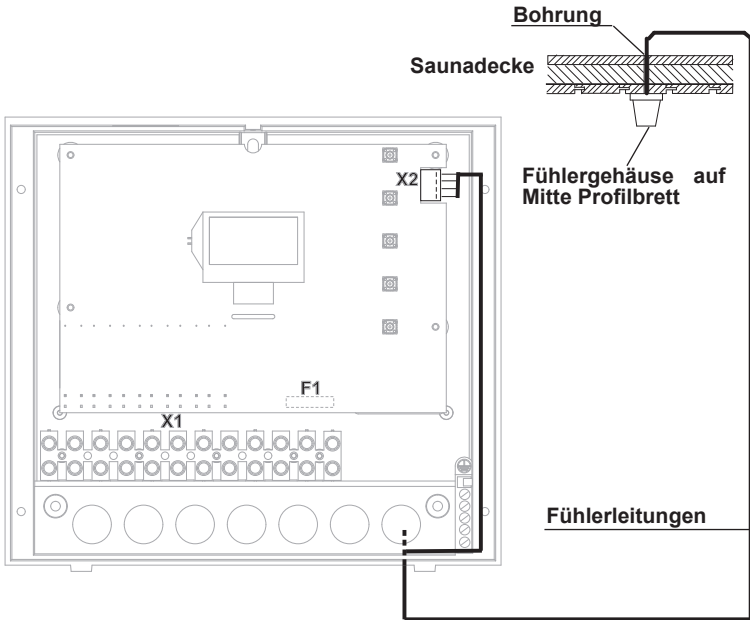

Abb. 11
5. Föhren Sie die Föhlerleitungen zum Steuergerät und föhren sie durch die rechte Kabeleinföhrung in das Gerät. Verlegen Sie die Föhlerleitungen innerhalb des Steuergerätes wie in Abb. 11 gezeigt. Schließen sie die Föhlerleitungen gemäß Abb. 12 an. Hierzu wird der Stecker X2 von der Platine abgezogen und nach dem Anschließen wieder eingesteckt.